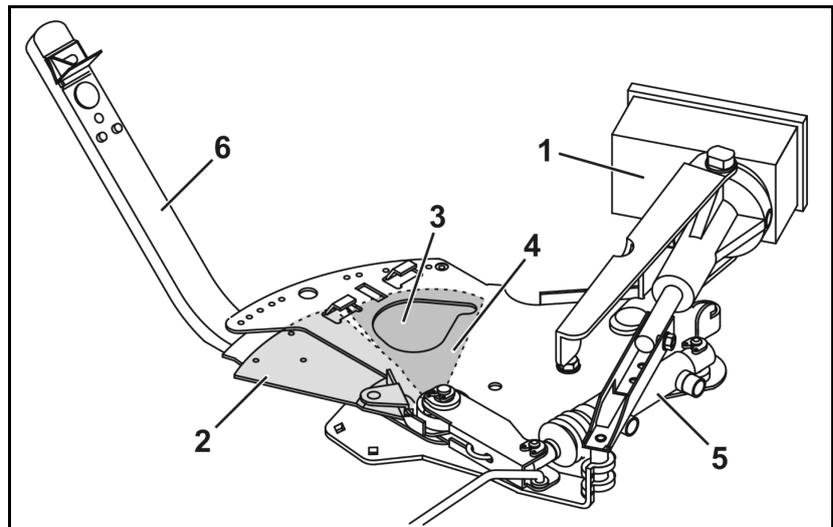

Fig. 22
- **elektronisch** mit dem Bedien-Computer. Dabei geben die durch Stellmotoren (Fig. 22/1) betätigten Dosierschieber (Fig. 22/2) unterschiedliche Öffnungsweiten der Durchlassöffnungen (Fig. 22/3) frei.
- **manuell** über die Stellhebel (Fig. 22/6) durch Einstellen unterschiedlicher Öffnungsweiten der Durchlassöffnungen (Fig. 22/3). Die hierzu jeweils erforderliche Schieberstellung wird entweder nach Angaben der **Streutabelle** oder mit der **Rechenscheibe** ermittelt.
Die Schließchieber (Fig. 22/4) dienen zum Öffnen und Schließen der Durchlassöffnungen und können je nach Ausstattung getrennt hydraulisch betätigt werden (Fig. 22/5) über